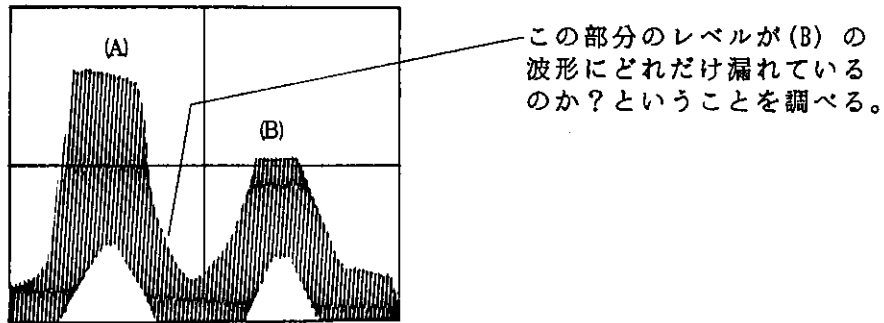

図 5 - 42 隣接チャンネル漏洩電力測定例
- 〔図 5 - 42〕の場合、(B)の波形に (A)の波形のレベルがどれくらい漏れているか?ということをも "dB" の単位で表示します。